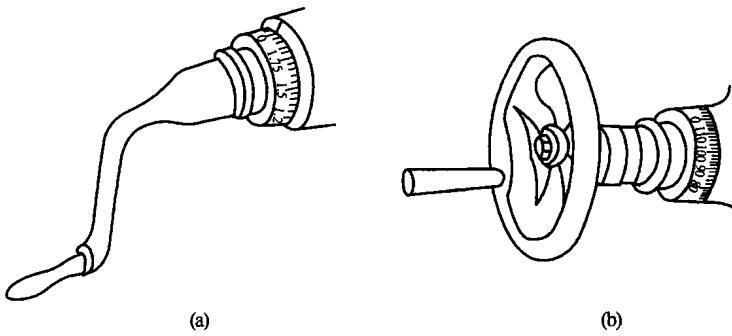

图 1-7 纵、横、垂直手柄和刻度盘
3) 垂直方向尺寸定义 垂直方向传动丝杠螺距为 2mm，刻度盘圆周等分为 40 等份。因此，垂直方向旋转一周为 2mm，每一小格均为 0.05mm（见图 1-7）。